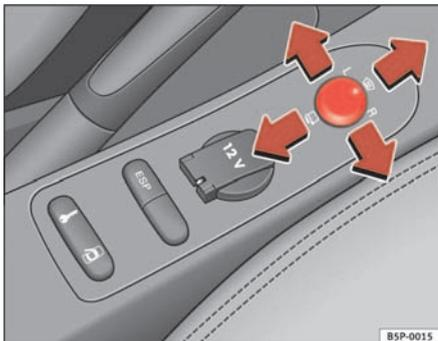

Fig. 91 Regolazione degli specchi retrovisori esterni
1. Ruotare la manopola ⇒ fig. 91 portandola nella posizione **L (specchietto esterno sinistro)**.
- Per riscaldare gli specchi retrovisori e per attivare la funzione parabrezza riscaldabile* nella zona di riposo delle spazzole, girare il comando in avanti sulla posizione centrale ⇒ fig. 91  ⇒ pag. 122
- Per far ripiegare su se stessi gli specchietti esterni si deve ruotare la manopola ⇒ fig. 91 portandola nella posizione . Si consiglia di richiudere sempre gli specchietti esterni quando si porta il veicolo all'autolavaggio, altrimenti potrebbero danneggiarsi.